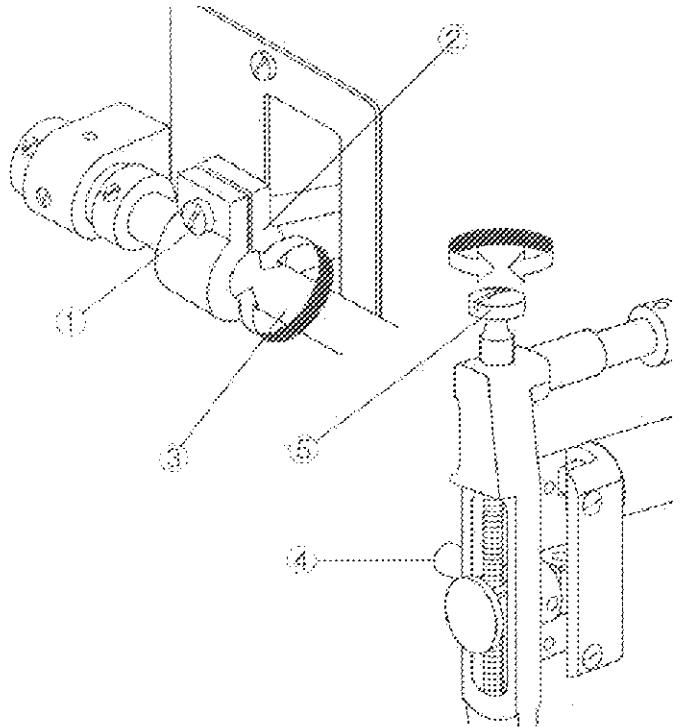

Рис. 16
19. Регулировка тактирования верхней подачи материала (Рис. 16)
- c. Для TW1-273, ослабьте винт 4, поверните червяк 5 в направлении, показанном на Рис. 16, затем затяните винт 4.